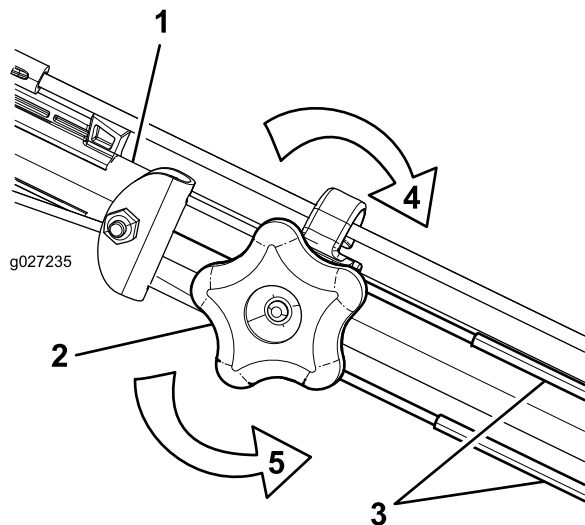

Figure 27
1. Tournez le bouton de réglage dans le sens antihoraire pour desserrer le réglage du câble (Figure 27).
2. Ajustez la tension des câbles (Figure 27) en les tirant en arrière ou en les poussant en avant puis en les maintenant à cette position.